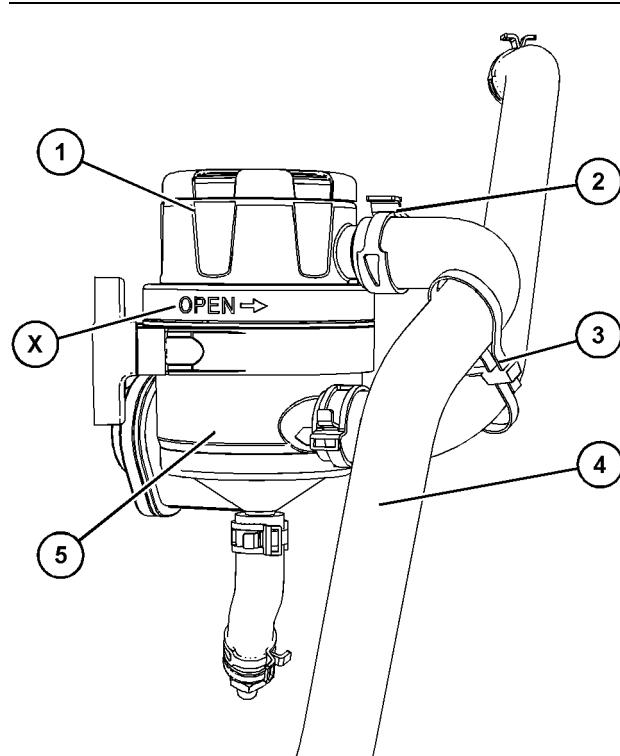

図 70
- 図70 の位置(X)に示すように、キャップ(1)を反時計回り方向に回します。メインボディ(5)からキャップ(1)を取り外します。